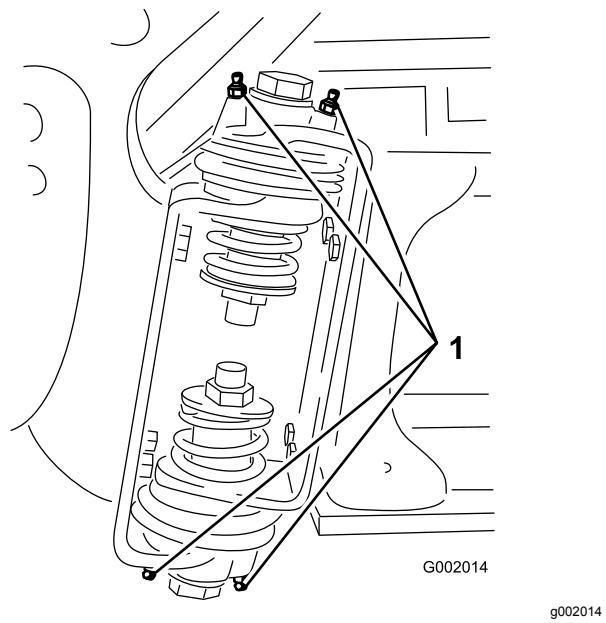

Figura 81
2. Pompat del grasso nel raccordo di ogni cuscinetto o boccola **Figura 81**.